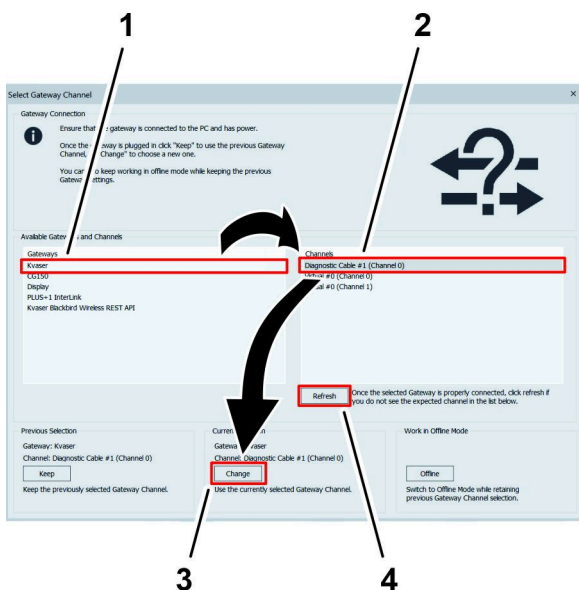

Figura 40
Refrescar (Figura 40) de la pantalla Seleccionar canal de la puerta de enlace y haga clic en la opción Cable diagnóstico.
12. Haga clic en el botón CAMBIAR en el apartado Selección actual (Figura 40).